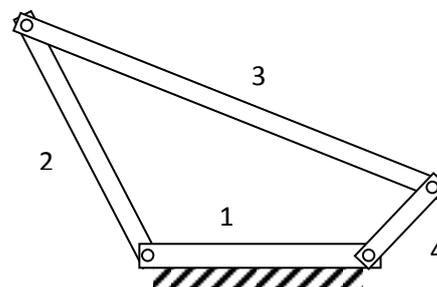

Figura 2. Mecanismo com 4 barras articuladas, barra 1 fixa
**16.** Na figura 2, o mecanismo de quatro barras esquematizado, sendo  $l_3 > l_2 > l_1 > l_4$ , tem a barra 1 fixa.